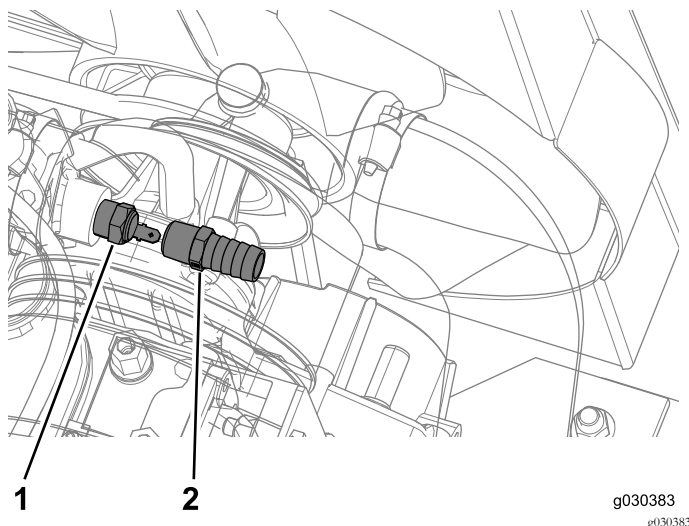

Bild 33
- Schließen Sie den Temperatursensor ab und entfernen ihn, wie in Bild 33 abgebildet.